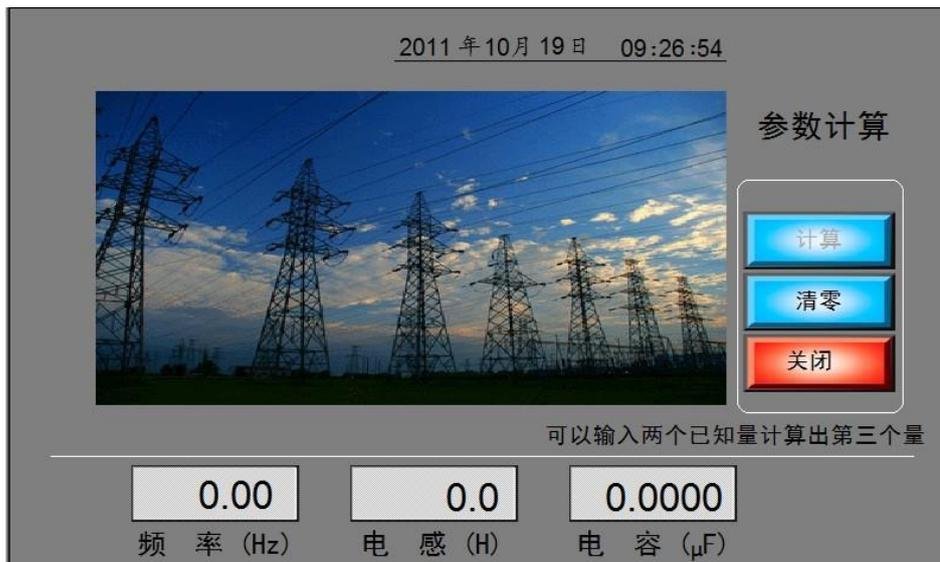

图 19
- **参数计算：**计算电感，电容，频率的参数，点击“参数计算”，显示界面如图 19 所示